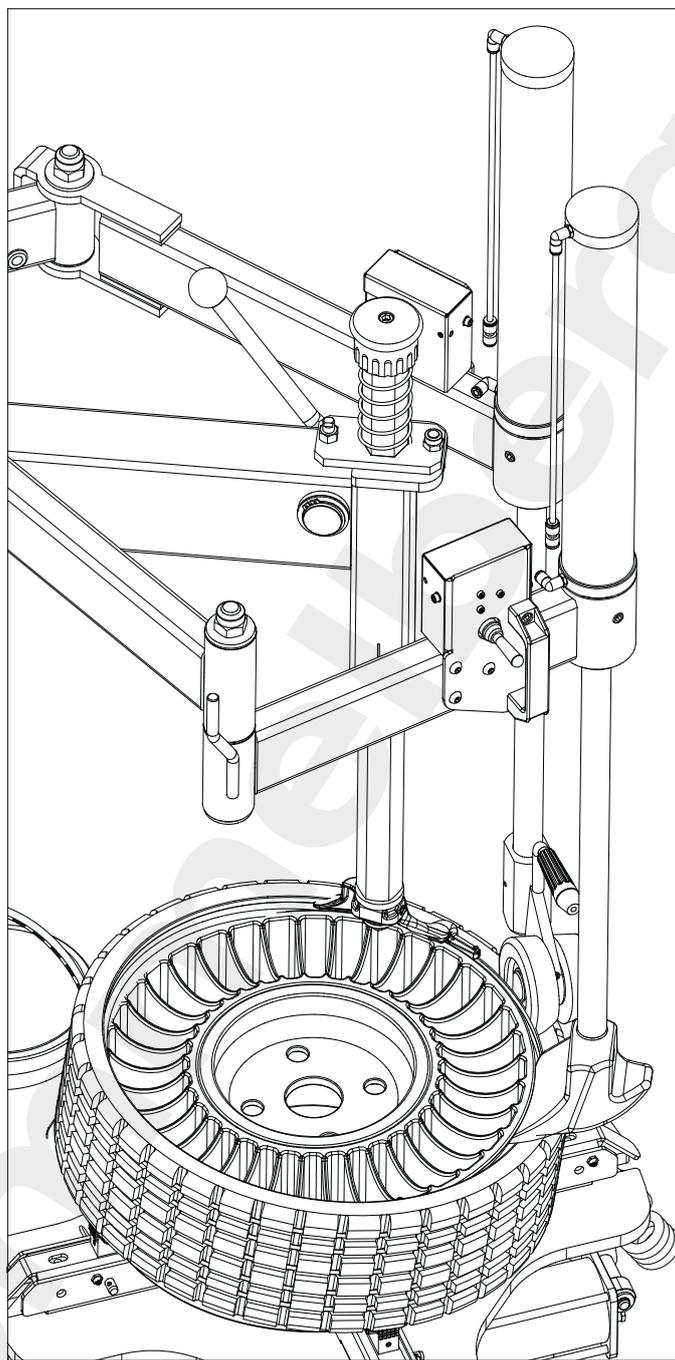

Рис. 10-13
10.3.3 Установите верхний край шины наклонно на диск (левый край сверху, правый край снизу), рис. 10-13, прижмите шину левым и правым прижимными устройствами, как показано на рисунке, вращайте поворотный стол по часовой стрелке, чтобы направить верхний край шины в канавку диска. Процедура завершена.